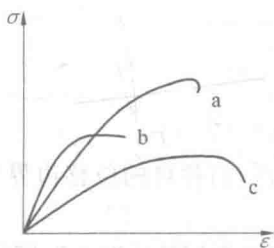

图1
2. 用3种不同材料制成尺寸相同的试件,在相同试验条件下进行拉伸试验,得到的应力应变曲线如图1所示。则拉伸强度最高、弹性模量最小、塑性最差的材料分别是_____。